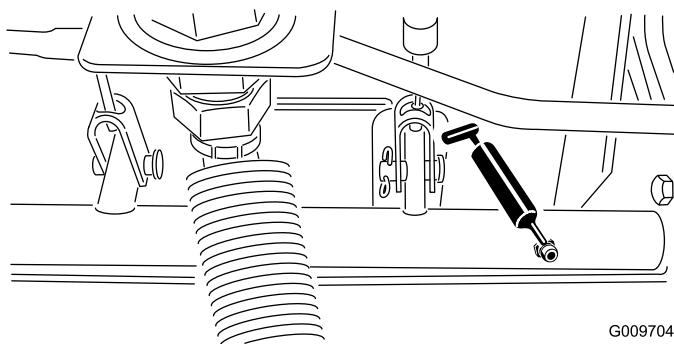

Figure 56
- Roulements de pivot d'axes de freins (5); voir Figure 56.